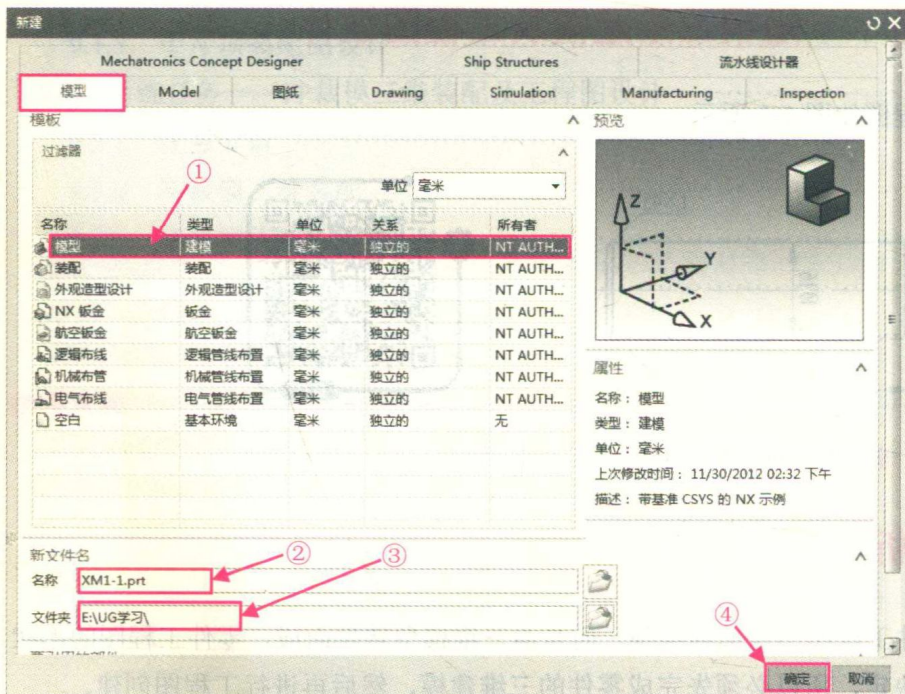

图 1-3 新建模型文件
步骤 3▶ 在“新建”窗口中，① 选择默认的“模型”文件类型→② 输入文件名称“XM1-1.prt”→③ 选择文件的保存路径，如“E:\UG 学习\”→④ 单击“确定”按钮，如图 1-3 所示。